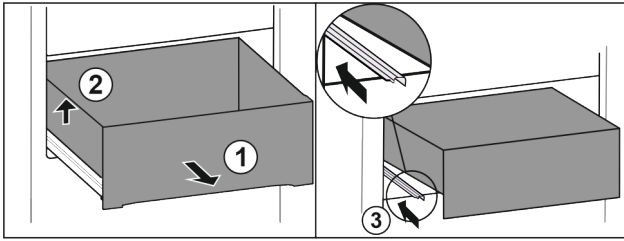

Fig. 15
- ▶ Вытяните выдвижной ящик до упора. Fig. 15 (1)
- ▶ Приподнимите выдвижной ящик слева. Fig. 15 (2)
- ▶ Вставьте левую направляющую. Fig. 15 (3)